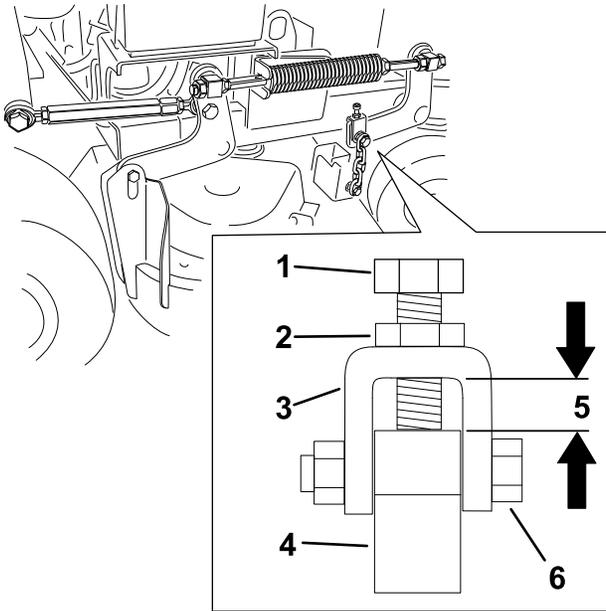

Bild 79
Hinweis: Der Abstand muss 11 mm sein, siehe Bild 79
- Lösen Sie die obere Kettenschraube, wenn eine Einstellung erforderlich ist (Bild 79).
- Lösen Sie die Klemmmutter und stellen Sie die Schraube ein, um den richtigen Abstand zu erhalten, der in Bild 79 dargestellt ist.